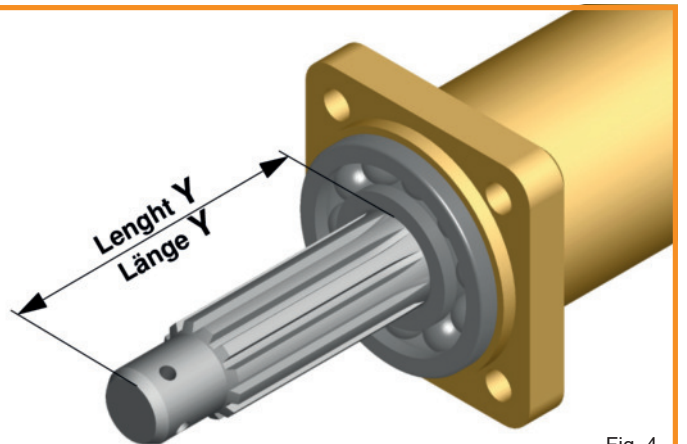

Fig. 4
- 2. Check the length of the splined end of the axle shaft, shown in Fig. 4 as Length Y. There are two possible lengths.
- 2. Überprüfen Sie die Länge Y der Antriebswelle (Fig. 4).